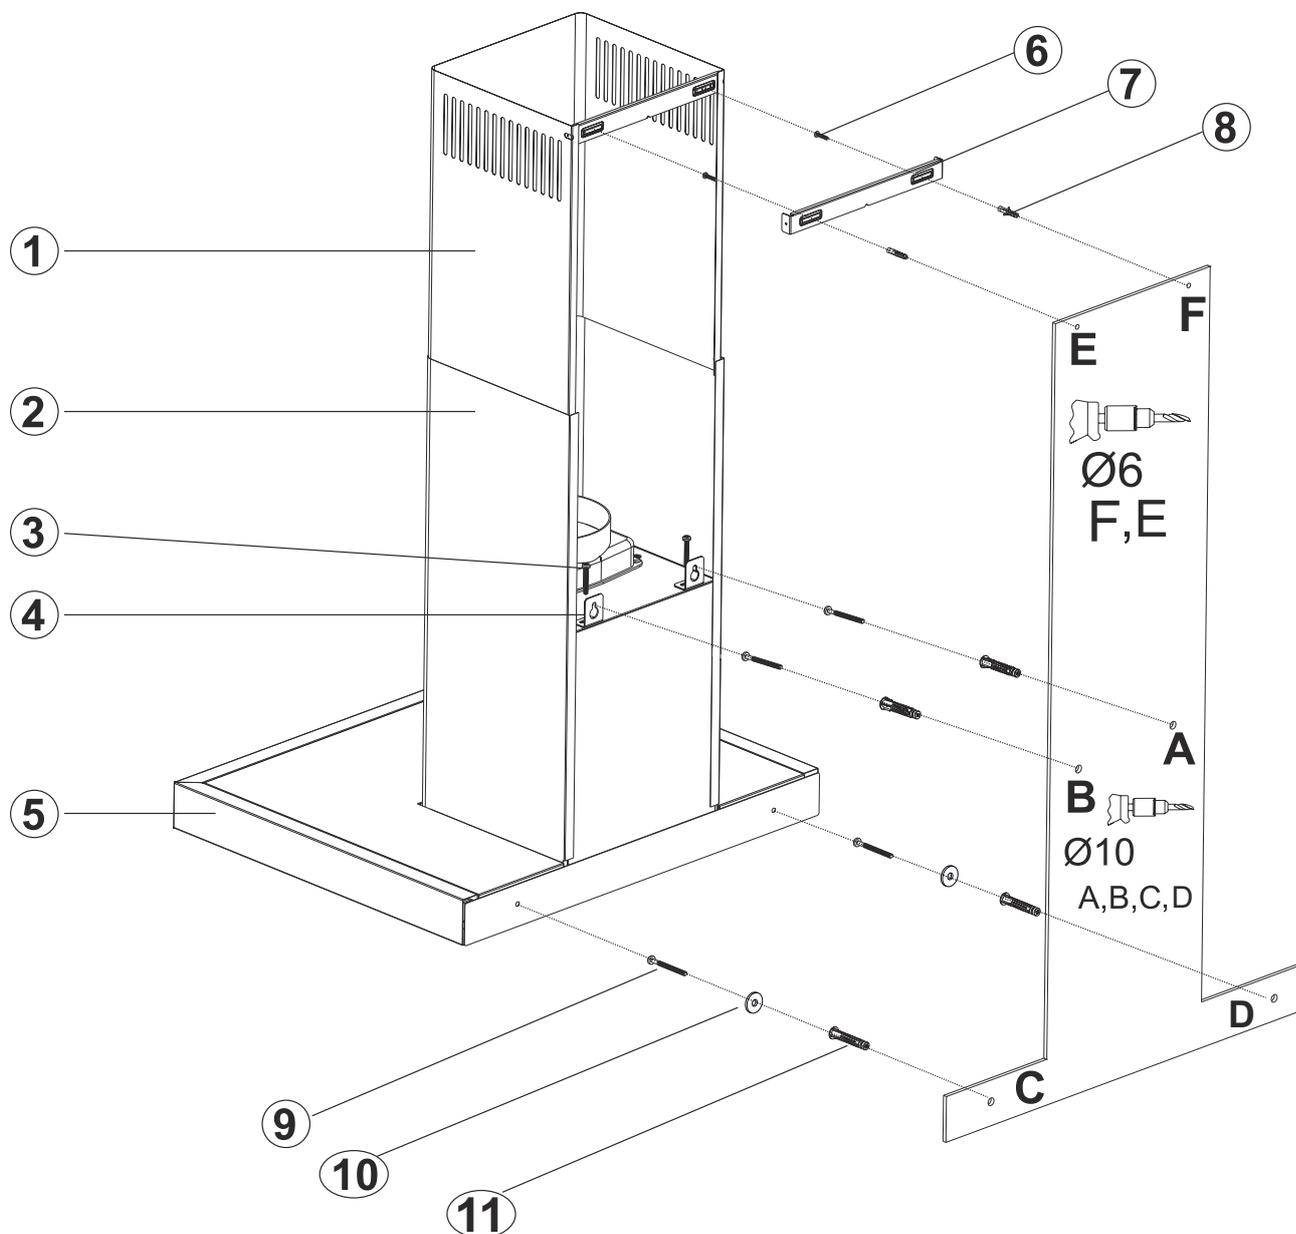

Fig. 16
2. ➤ Applicare lo schema di montaggio alla parete all'altezza specificata (vedere le distanze minime e massime previste per il piano di lavoro, nello schema di montaggio) e praticare i fori A, B, C e D con le dimensioni indicate nella dima (Fig. 16).
3. ➤ Inserire i tasselli Ø 10 mm nei fori praticati come A, B, C, D e avvitare le viti 5,5 x 60 (9) nei punti A + B, in modo che rimanga uno spazio di 5 mm tra la testa della vite e la parete (Fig. 16).
4. ➤ Fissare le piastre di sospensione della cappa sul corpo della cappa con un bullone M5x35 (Fig. 16).